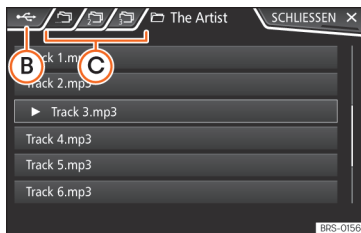

Abb. 174 Medien-Modus: Titelliste einer Medienquelle.
• Im Hauptmenü **MEDIEN** die Funktionsfläche **AUSWAHL** » Abb. 171 antippen, um die Titelliste zu öffnen. Der aktuell gespielte Titel ist hervorgehoben » Abb. 174.